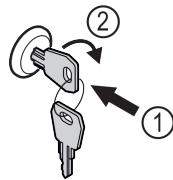

Fig. 57
- Zatlačte klúč Fig. 57 (1).
- Otočte klúč o 90° v smere hodinových ručičiek Fig. 57 (2).